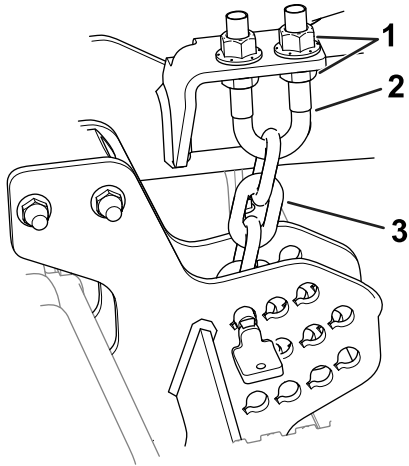

Figura 6
6. Afloje las contratuercas inferiores del perno en U de la cadena de altura de corte (Figura 6).
7. Ajuste las tuercas (Figura 6) para elevar o bajar la parte trasera de la unidad de corte hasta que las puntas de las cuchillas traseras estén de 6 a 10 mm más altas que las puntas delanteras.